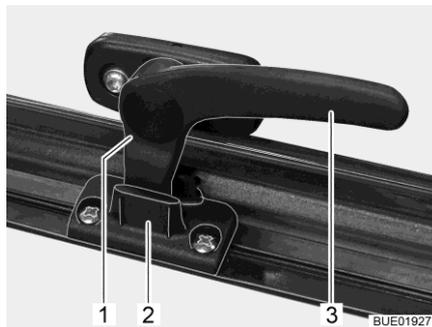

Fig. 18 Leva di serraggio in posizione "Aerazione continua"
- In posizione di "Aerazione continua" (Fig. 18)
- Ruotare la leva di serraggio (Fig. 18,3) di un quarto di giro verso il centro della finestra.
- Ruotare la leva di serraggio di un quarto di giro verso il telaio della finestra. Riportare contemporaneamente il nasello di chiusura (Fig. 18,1) nella rientranza della chiusura della finestra (Fig. 18,2).